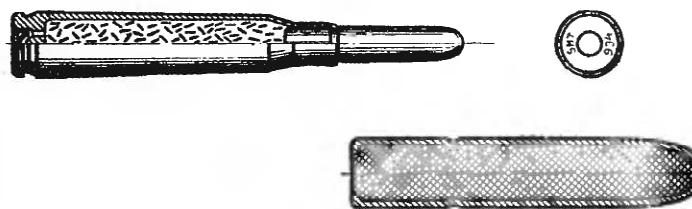

Рис. 41. 6,5-мм итальянский винтовочный патрон с тупоконечной пулей
1. 6,5-мм итальянский винтовочный патрон с тупоконечной пулей (рис. 41)